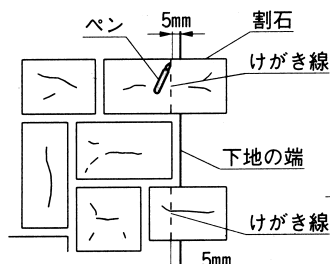
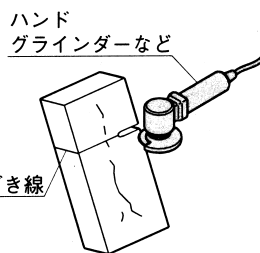

図7
図8
- ④ 張付け下地の端部では、割石を切断して納めてください。張付けする場所にあて、下地の端から約5mm内側の所をけがき、(図7参照)ハンドグラインダーなどで切断してください。(図8参照)切断した面は割石補修材を水で6倍に薄めた物を塗り、仕上げてください。